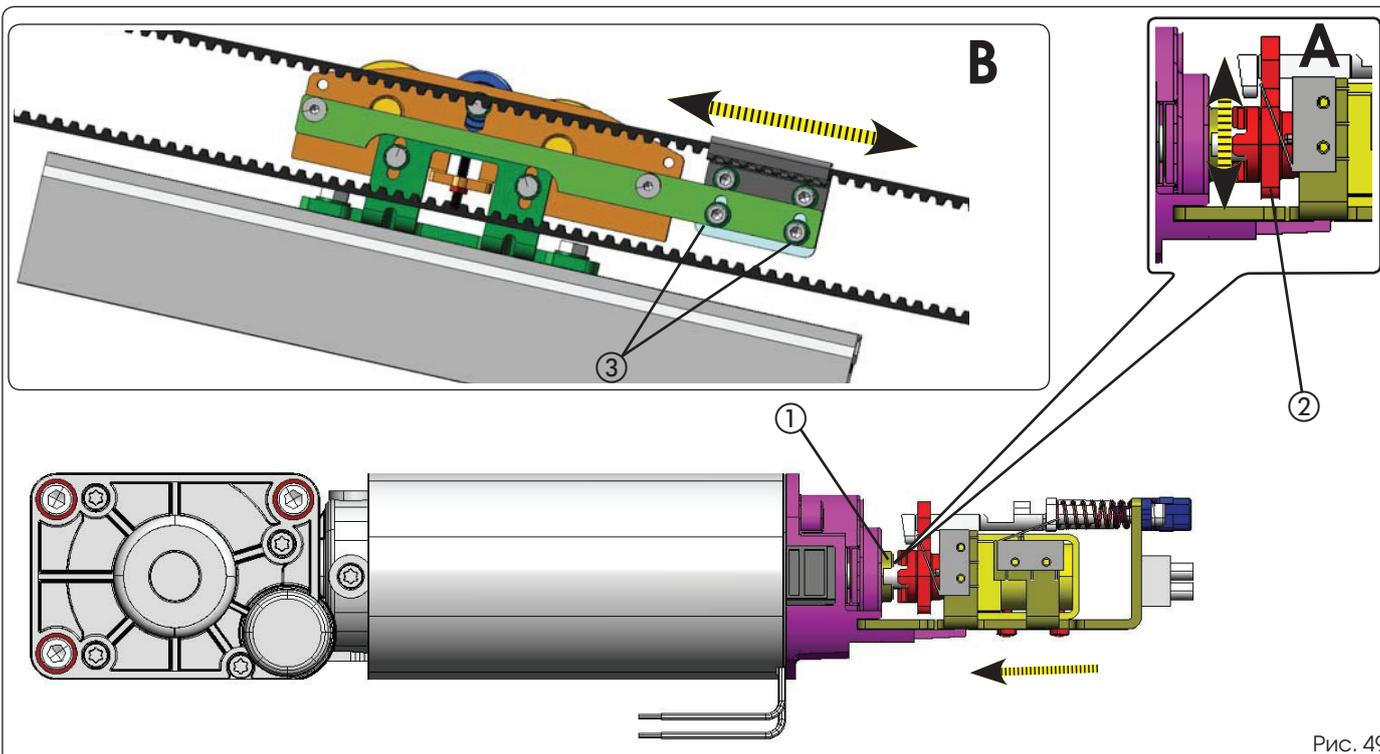

Рис. 49
- Вручную подтолкните рычажок (рис. 49, поз. 1) по направлению к валу двигателя, как показано на рис. 49, поз. А, и убедитесь, что в правильном соединении.
- Передвиньте рычажок (рис. 49, поз. 2) по вертикали и проверьте наличие люфта между валом двигателя и креплением устройство блокировки.
- Ослабьте два винта (рис. 49, поз В 3), которые соединяют крепление ремня и приводную каретку (для двустворчатых дверей это необходимо сделать на обеих каретках).
- Убедитесь, что крепление устройство блокировки двигателя не соприкасается с креплением вала двигателя (рис. 49, поз. А).